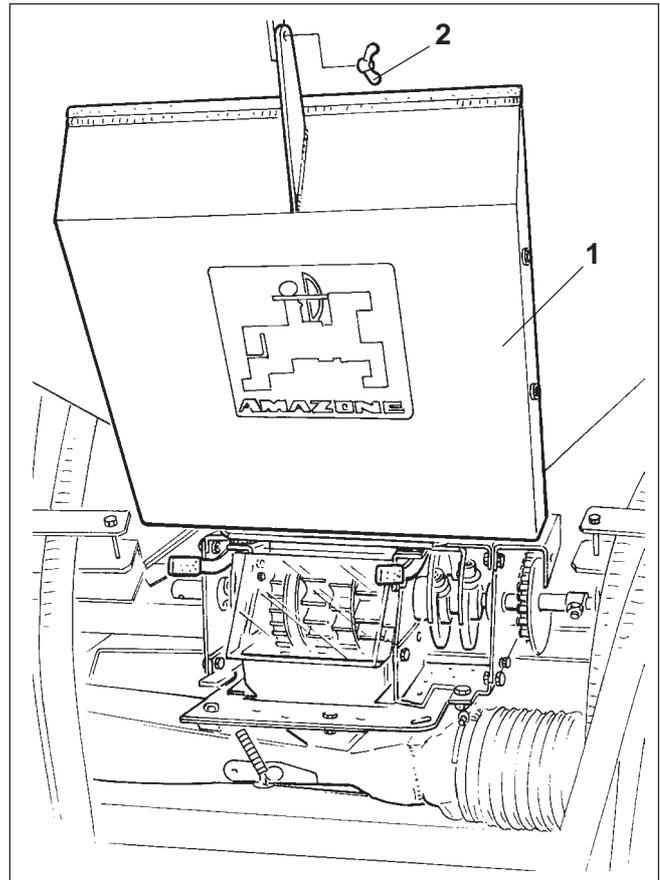

Fig. 21.2
Flügelschraube (Fig. 21.2/2) lösen und Abdrehmulde (Fig. 21.2/1) zur Hand nehmen.
- Abdrehmulde (Fig. 21.2/1) am Saatkasten befestigen